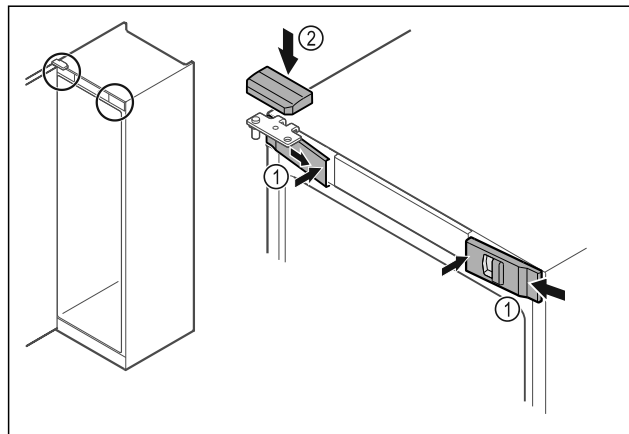

Fig. 48 *
- Futni nga anash kapakët mbulues të përparmë Fig. 48 (1) dhe mbërthejini nga brenda.*
- Mbërtheni nga lart kapakun mbulues të sipërm Fig. 48 (2).*